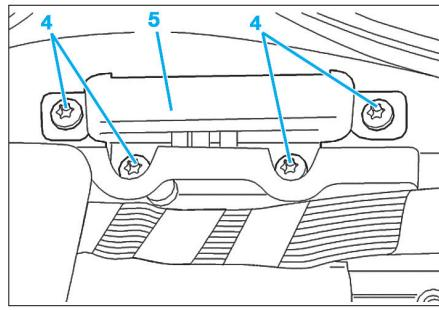

Fig. 26
- Dégrafer la garniture d'aérateur (2).
- Déposer la garniture de seuil de porte (3) (3 vis).
- Soulever la moquette puis déposer les vis (4) du support (5) (Fig.26).